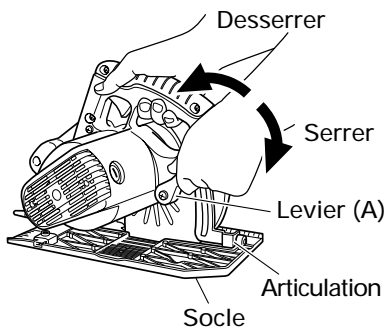
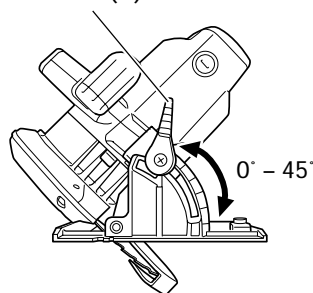

Fig. 10
Fig. 11
Si le levier (A) de réglage de la profondeur de coupe (Fig. 10) et le levier (A) de réglage de l'angle de biseau (Fig. 11) sont desserrés, cela risque d'entraîner des blessures. Bien s'assurer qu'ils sont serrés à fond.
#### 1. Réglage de la profondeur de coupe (Fig. 10)
Comme indiqué sur la Fig. 11, en desserrant le levier (A) de l'échelle d'angle de biseau, il est possible d'incliner la lame de scie à un angle de 45° par rapport au socle.